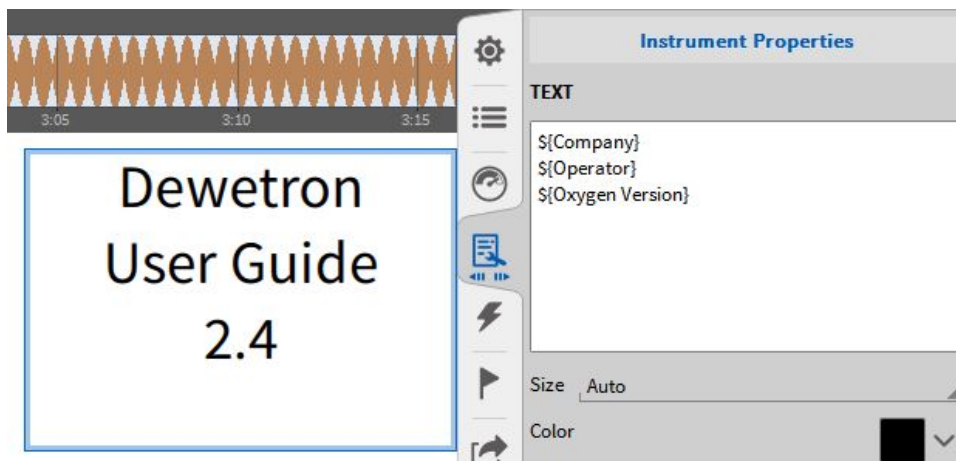

Abb. 5.27: Hinzufügen von Header Information in ein Textfeld
- Erstellen Sie ein Textfeld und tippen Sie den Header Namen entsprechend der folgenden Syntax: $\${Header Name}$ und die entsprechende Header Beschreibung erscheint dann im Textfeld (siehe Abb. 5.27).